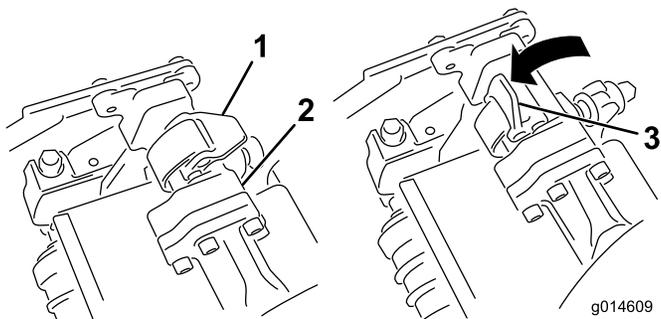
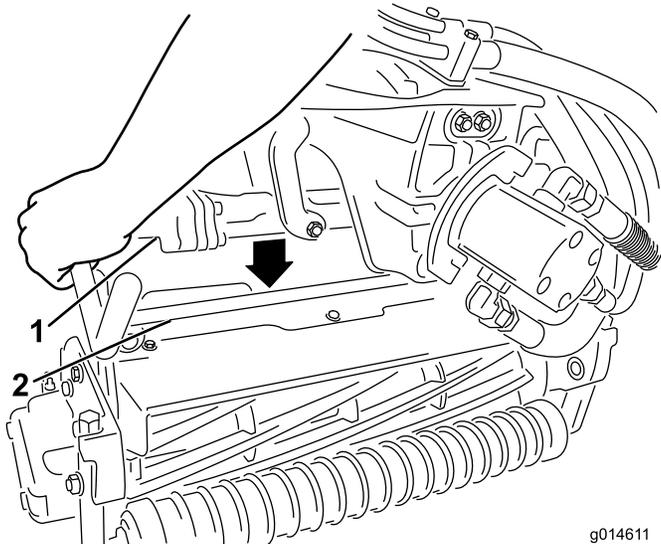

Рисунок 33
Рисунок 34
3. Когда защелки на штанге рычага подвески направлены вверх (т.е. открыты) (Рисунок 33), нажмите на рычаг подвески так, чтобы штанга села на поперечный стержень наверху режущего блока (Рисунок 34).
4. Поверните защелки вниз и вокруг стержня режущего блока и заблокируйте их (Рисунок 33).
4. Откройте защелки на штанге рычага подвески режущего блока, который вы хотите снять (Рисунок 33).